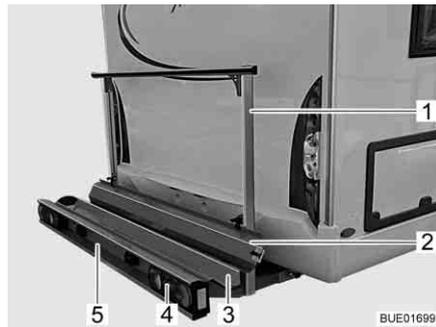
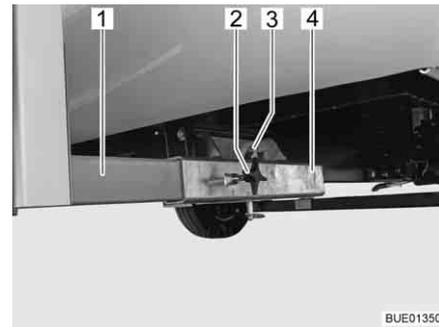

Bild 6 Lastenträger
Bild 7 Befestigung am Fahrzeug
Der Lastenträger (Bild 6) ermöglicht die Mitnahme eines Motorrads oder eines Motorrollers mit einem Gewicht bis zu 130 kg.
- Trägerwanne (Bild 6,3) und Haltebügel (Bild 6,1) mit Befestigung am Fahrzeug (Bild 7)
- Heckleuchten (Bild 6,4)
- Kfz-Kennzeichenbeleuchtung (Bild 6,5)
- Auffahrschiene (Bild 6,2)
Die beiden Längsträger (Bild 7,1) des Lastenträgers sind durch Knebel-schrauben (Bild 7,2) an den Vierkantaufnahmen (Bild 7,4) am Fahrzeugboden fixiert. Gesichert ist der Lastenträger durch einen Bolzen (Bild 7,3) mit Sicherungsring.